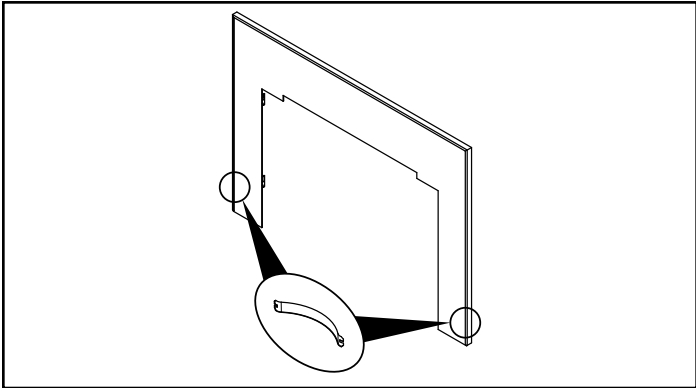

Figure 21.4
6. Installez deux ressorts d'acier sur chaque côté de l'encadrement mat vers le fond et de la trousse de garniture assemblée (Figure 21.4).